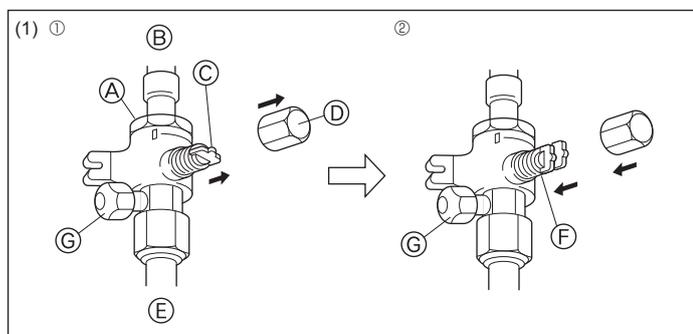
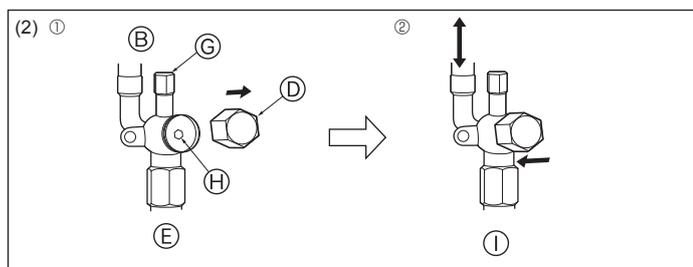

Fig. 4-12
Fig. 4-13
- (1) Gassidan (Fig. 4-12)
- ① Ta bort locket, dra handtaget mot dig och vrid motors 1/4 varv för att öppna.
- ② Kontrollera att stoppventilen är helt öppen, tryck in handtaget och skruva på locket igen.
- (2) Vätskesida (Fig. 4-13)
- ① Ta bort kåpan och vrid ventilstången motsols så långt det går med en 4 mm sexkantsnyckel. Sluta när den når stoppet. (∅6,35: Ca. 4,5 varv) (∅9,52: Ca. 10 varv)